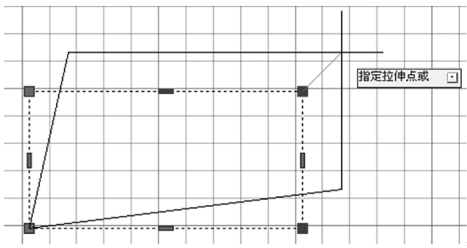

图 5-4 选择多个夹点
- 当选择对象上的多个夹点拉伸对象时，选定夹点间对象的形状将保持原样。按住【Shift】键可选择多个夹点，如图 5-4 所示，然后单击选择适当的多个夹点以亮显这些夹点，松开【Shift】键并通过单击夹点选择一个夹点作为基准夹点，再进行相应的编辑操作。